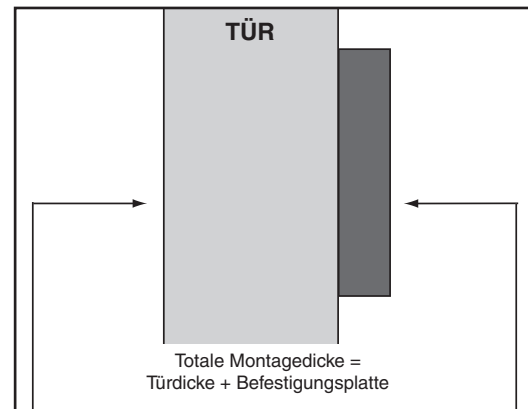

Abbildung 13
1. Messen Sie die totale Montagedicke (Türdicke + Befestigungsplatte) (Abbildung 13).